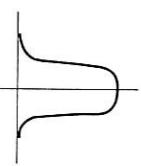
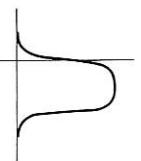
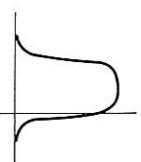

Abb. 4
Abb. 5
Abb. 6
Die Bandbreite einer Kurve kann folgendermaßen ermittelt werden: Bei der Mittenfrequenz $f_0 = 10,7$ MHz sucht man sich einen Punkt etwa in der Mitte des interessierenden Kurvenstückes und markt sich dessen horizontale Lage, z. B. die Vertikale des Koordinatenkreuzes des Bildschirms (Abb. 4). Sodann verschiebt man die Endpunkte des interessierenden Kurvenstückes durch Verstimmen der Frequenz ⑧ ⑨ in die gemerkte Position, z.B. die Vertikale des Koordinatenkreuzes des Bildschirms, und liest die beiden Frequenzen ab (f_1, f_2) (Abb. 5, Abb. 6).